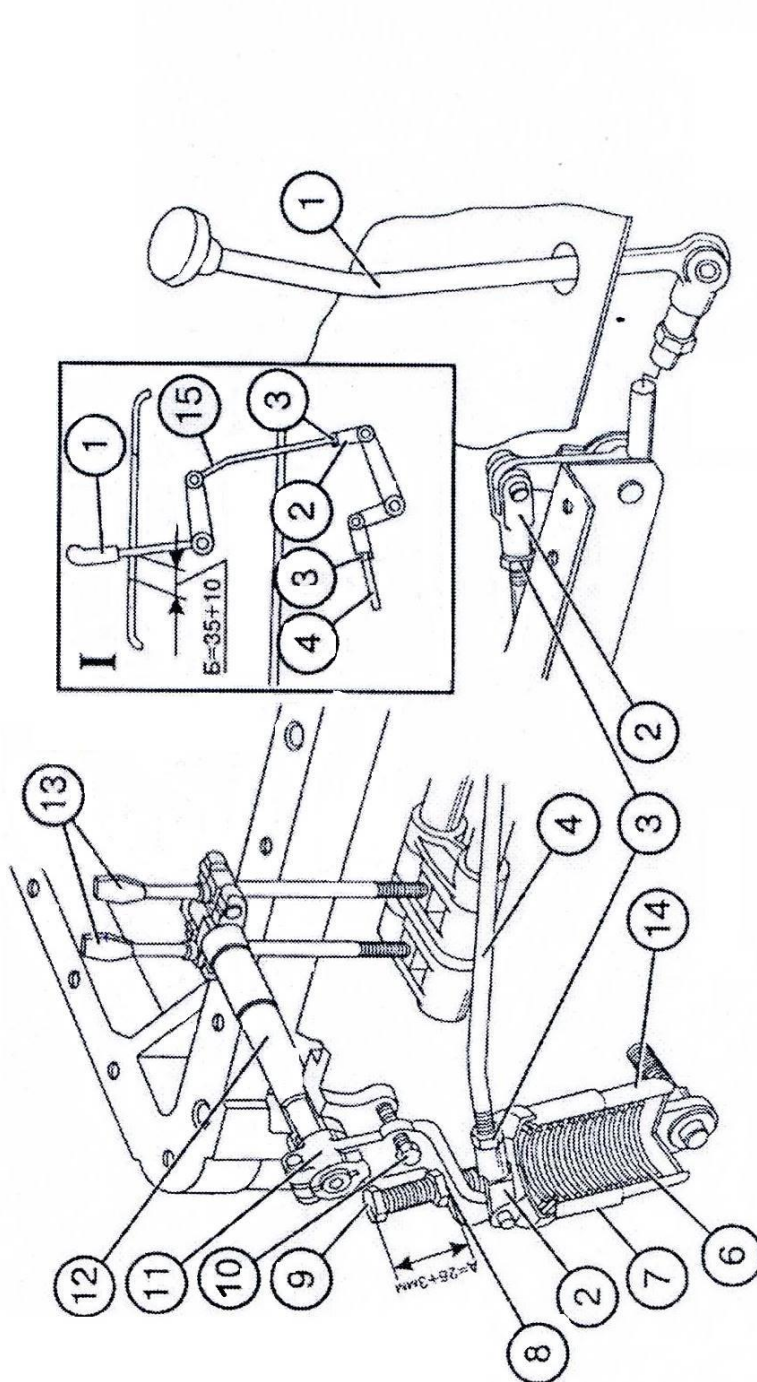
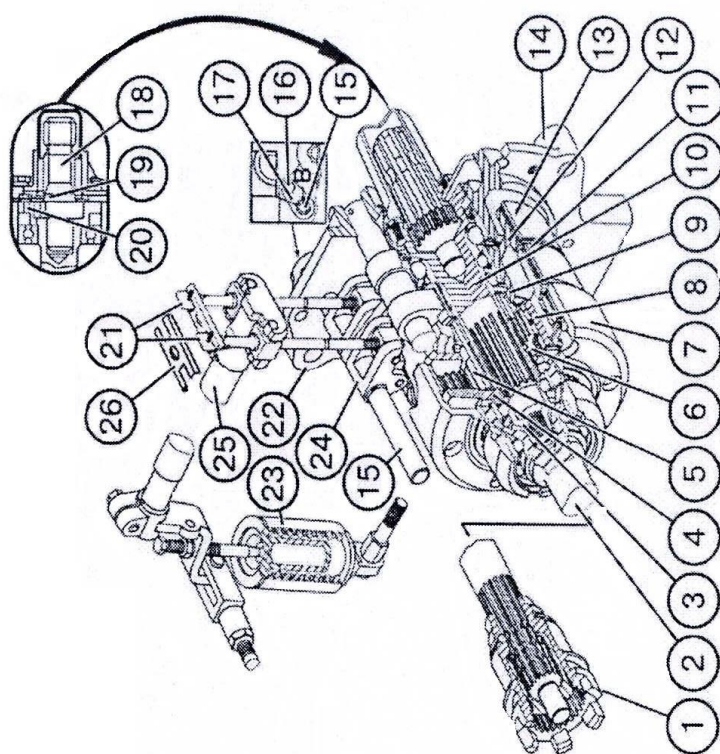

Рис. 55 Управление задним ВОМ:
Рис. 56 Планетарный редуктор заднего ВОМ:
1. Установите эксцентриковую ось 15 (рис. 56) в исходное положение, чтобы лыска "В" находилась справа вертикально и зафиксируйте стопорной пластиной 17 и болтом 16;
2. Отсоедините тягу 4 (рис. 55);
6. Снимите стопорную пластину 26 (рис. 56), заверните винты 21 до отказа усилием 10 кгс на ключе или плоскогубцах длиной 100 мм (моментом 1 кгс-м), а затем отверните каждый винт на 2-2,5 оборота;
7. Удалите болт (стержень) 10 (рис. 55), удерживающий рычаг 11 в исходном для регулировки положении;
10. Установите тягу 4, регулировкой тяг 4 и 15 установите зону качания рычага 1 в средней части прорези пульта управления. После окончания регулировки установите на место стопорную пластину 26, крышку люка заднего моста, законтрите тяги 4 и 15 (рис. 55), а также болт 9. В эксплуатации, если:
1. Установите рычаг 11 (рис. 55) в нейтрал, зафиксируйте в этом положении, введя стержень 10 диаметром 8 мм или болт М10Х60 в отверстие на рычаге 11 и соответствующее ему отверстие на корпусе заднего моста;
2. Выверните болт 16 (рис. 56), снимите пластину 17 со шлицевого хвостовика на оси 15;
5. Выньте из рычага 11 (рис. 55) стопорящий болт или стержень.
После нескольких наружных регулировок эксцентриковая ось 15 (рис. 56) может занять крайнее левое положение (лыска "В" станет вертикально слева), что указывает на израсходование запаса внешней регулировки. В этом случае эксцентриковую ось поворотом против часовой стрелки установите в исходное положение (лыска справа вертикально), после чего выполните регулировочные операции, как описано выше (при сборке на заводе или после ремонта ВОМ). При правильно выполненной регулировке рычаг 1 (рис. 55) в положении "включено" или "выключено" должен не доходить не менее, чем 30 мм до края прорези пульта управления и четко переходить через нейтральное положение.
На некоторых партиях тракторов возможно отсутствие механизма внешней подрегулировки управления ВОМ (поз. 15, 16, 17 рис. 56).